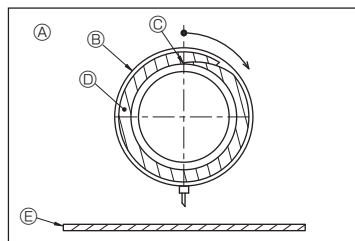

Fig. 3-6
5. Aísle el puerto de drenaje y el tubo de desagüe con material aislante ⑦ y sujételos con una banda. (Tanto la banda como el material aislante vienen incluidos con el equipo.) (Fig. 3-6)
[Fig. 3-6]